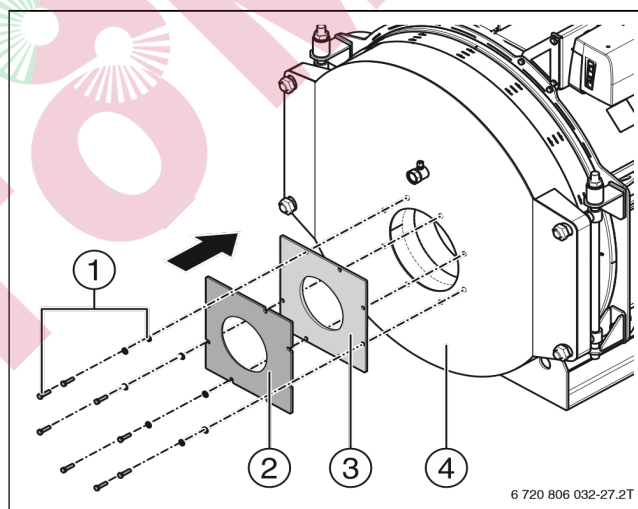

Рисунок 14 Монтаж пластины под горелку
- ▶ Левая сторона: опустите шарниры, отвернув гайку [2] на 2 - 3 оборота. Дверь больше не может лежать на осях шарнира двери [4] (→Рисунок 14). Правая сторона: поверните стопорную гайку [3] на 2 - 3 оборота в направлении двери котла. Таким образом дверь сдвигается от котла. Между дверью и котлом должен быть зазор не менее 5 мм, чтобы не повредились уплотнения.
- ▶ Заверните гайки (Рисунок 14, [1]) на осях шарниров [4], и притяните дверь до уплотнительных поверхностей.